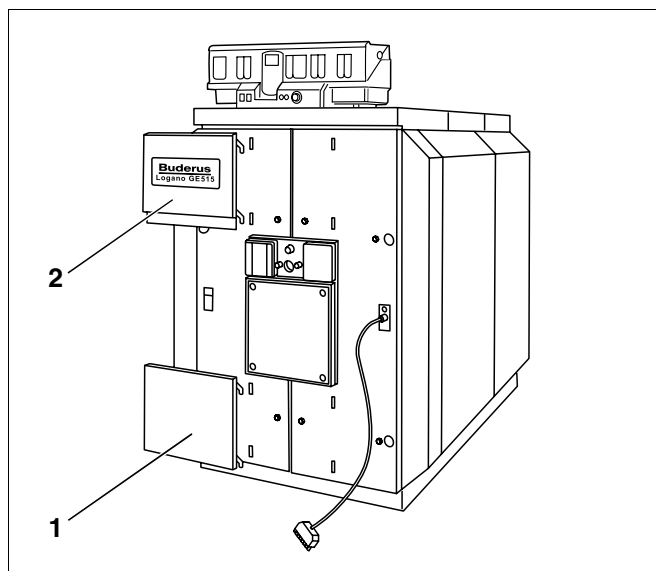

Fig. 58 Montering av brennerdørpaneler
- Heng brennerdørpanelene på brennerdørkledningen (Fig. 58, **Pos. 1 og 2**).